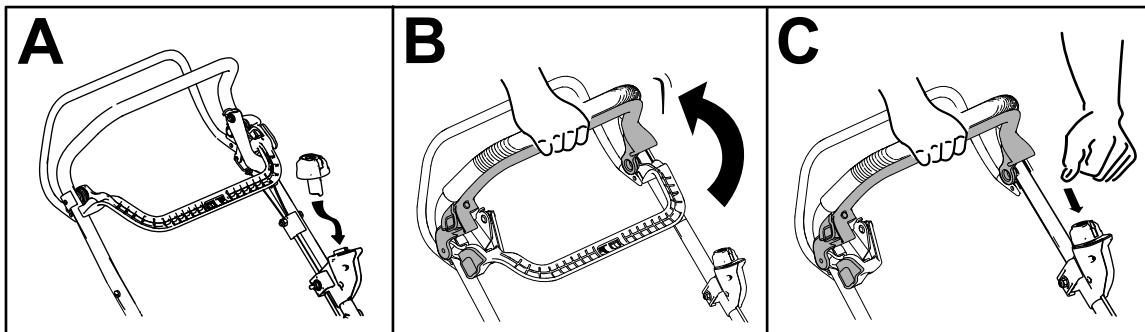

Figura 14
2. Introducei butonul de pornire electrică în comutatorul demarorului (A din Figura 14).
3. Strângeți bara de comandă pentru lamă i înălță-o strânsă spre mâner (B din Figura 14).
4. Apăsați butonul de pornire electrică și menine-i apăsat până când pornete motorul (C din Figura 14).